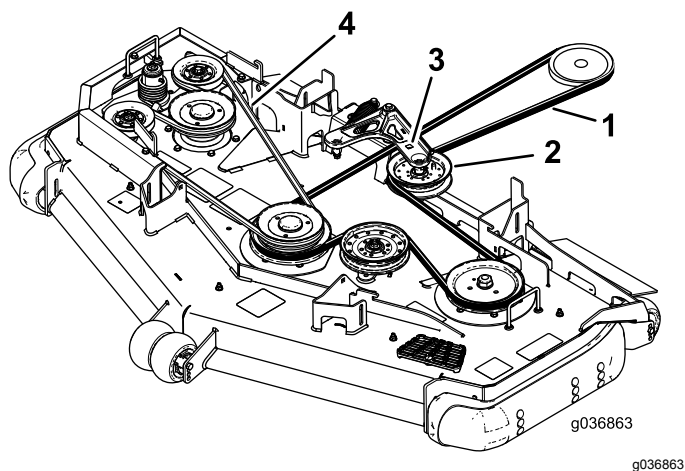

Figura 99
6. Utilice una llave de carraca en el taladro cuadrado del brazo tensor para aliviar la tensión del muelle tensor (Figura 99).
8. Pase la correa nueva alrededor de las poleas del cortacésped y de la polea del embrague, debajo del motor (Figura 99).
9. Asegúrese de que la pestaña de la guía de la correa entra en contacto con el buje pivotante (Figura 99).
10. Utilizando la llave de carraca en el taladro cuadrado, instale la correa alrededor de la polea tensora tensada con muelle (Figura 99). Asiente los extremos del muelle en las ranuras de anclaje.